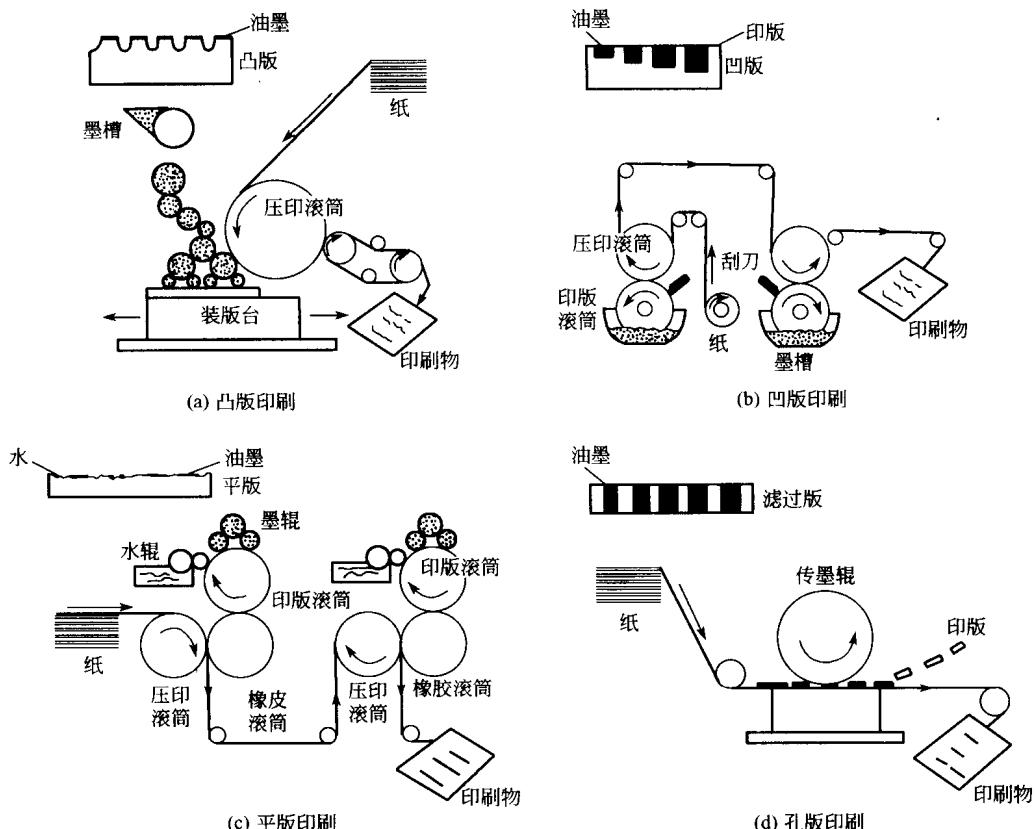

图 1-2 四大印刷方式示意
印刷术的分类方法有多种。可以根据印刷品色彩和承印物进行分类；也可以根据版材及印刷机进行分类；最常见的是以印刷的版面结构划分印刷方式的分类，即分为凸版印刷、凹版印刷、平版印刷和孔版印刷（图 1-2）。
(1) 凸版印刷 凸版印刷是用凸版施印的一种印刷方式，如图 1-2(a)所示。凸版印刷由于图文凸起，可以附着较厚的油墨，在印刷时通过较大的压力[ $2.94 \text{ MPa} (30 \text{ kgf/cm}^2)$ ]，将油墨压入纸面的微孔中，所以凸印产品具有轮廓清晰、笔触有力、墨色鲜艳的特点，适于印制以文字为主体的印刷品，如杂志、书籍正文、封面、商标等。
(2) 凹版印刷 凹版印刷是用凹版施印的一种印刷方式，如图 1-2(b)所示。雕刻凹版印出的产品，粗线条墨层厚实、凸出有光泽；细线条虽然细如毫发，仍清晰可辨。其
(3) 平版印刷 平版印刷是用平版施印的一种印刷方式，如图 1-2(c)所示。传统平版印刷是采用油水不相溶原理，经过制版处理，使图文部分亲油，空白部分亲水。印刷时先在版面施水，使空白部分吸附水分，形成抗拒油墨浸润的水膜，再施墨，使图文部分着墨并施压将图像油墨传递到纸张上。
(4) 孔版印刷 孔版印刷是用孔版施印的一种印刷方式，如图 1-2(d)所示。在孔版印刷中，由于油墨是漏过图文孔洞部位到达承印物的，故其最大特点为墨层厚、图文隆起、有浮凸的立体感。